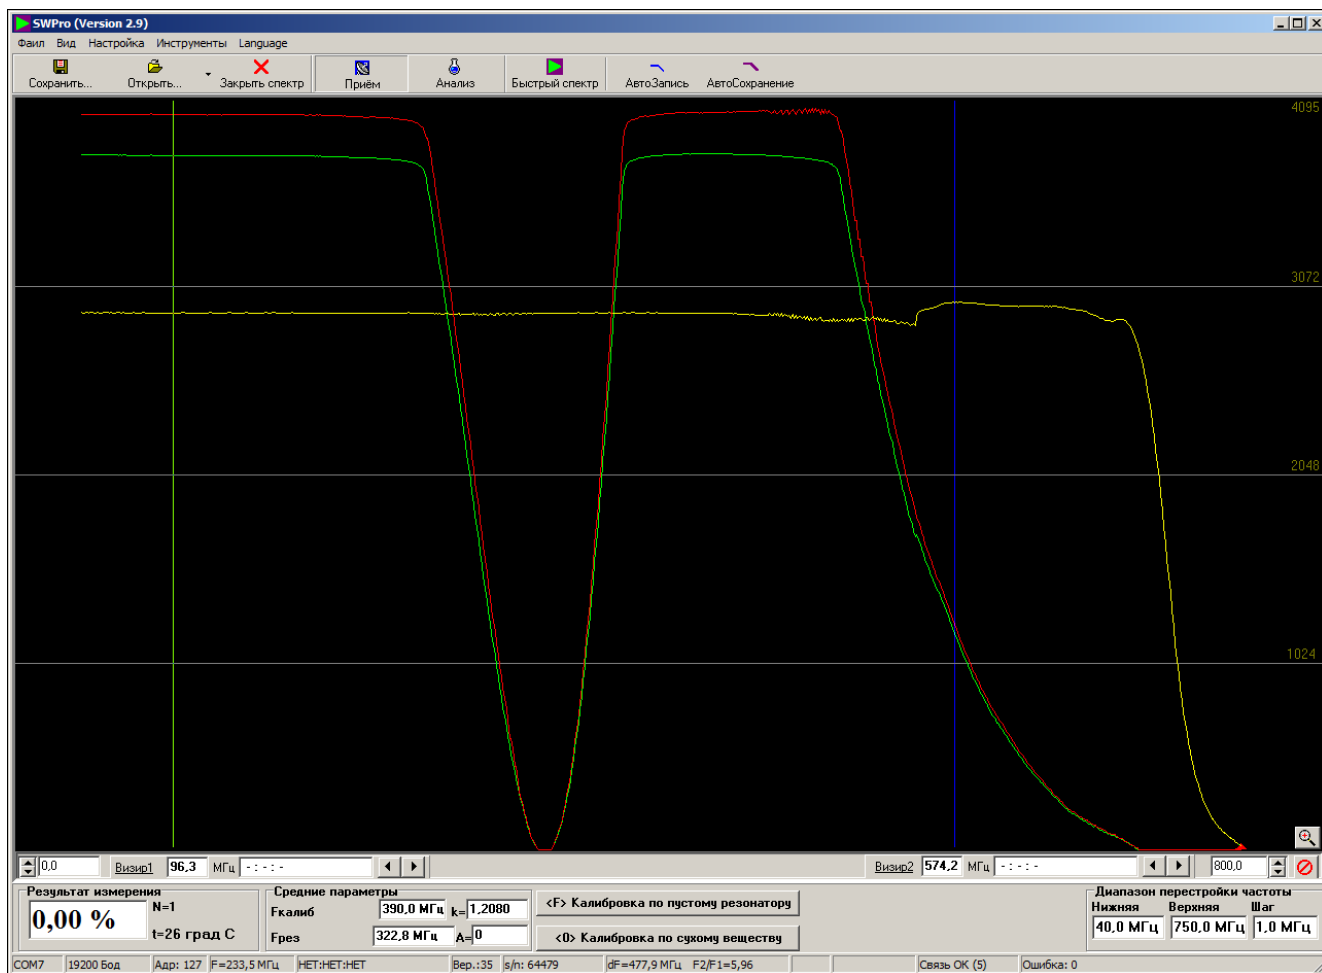

Рис.1
Главное окно программы (см. рис.1) можно разделить на три части. Верхняя часть окна содержит меню и кнопки быстрого доступа для управления влагомером и программным обеспечением. Средняя часть представляет собой поле для прорисовки (отображения) графиков сигналов (спектров). В нижней части отображаются параметры связи и, собственно, данные измерений, полученные от влагомера, и основные параметры настройки влагомера.
В главном окне программы, в левом верхнем углу отображается иконка программы, название (идентификатор программы) «SWPro» и номер версии ПО (см. рис. 1).
1)  $U(f_1) \leq U(f_2)$ . Это условие означает, что для анализа берётся только тот интервал  $df$ , для которого точка графика, соответствующая правому концу интервала, выше или равна точке, соответствующей левому концу (см. рисунок 1).